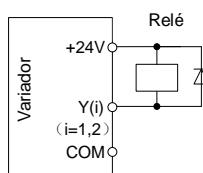

Fig. 6–21
- El diagrama de cableado de terminal de salida digital se muestra en la Fig. 6–21.
Estos parámetros deben configurarse con los terminales de salida digital "FDT1" y "FDT2". Tome FDT1, por ejemplo, el variador emite la señal de ON cuando la frecuencia de salida excede el valor superior de FDT1 y no emitirá la señal de OFF a menos que la frecuencia de salida caiga por debajo del valor inferior de FDT1. Configure C1–10 para que sea mayor en cierta medida que C1–11, evitando el cambio de estado frecuentemente. Ver Fig. 6–22